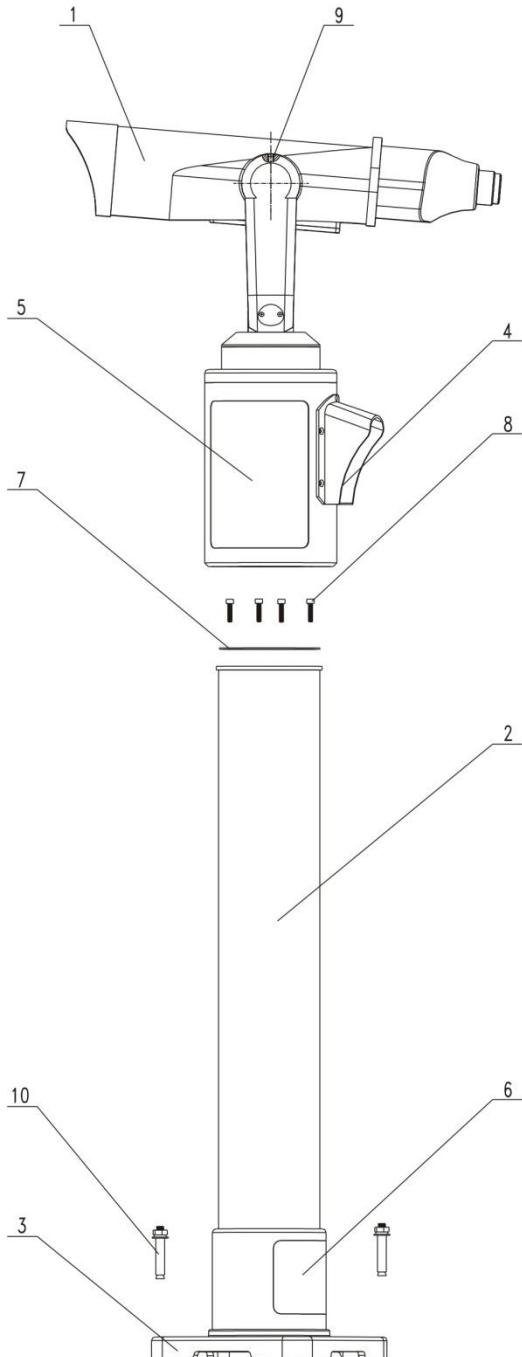

Figura 1
1. La configuración del telescopio con monedas Omegon® de la serie Bonview 20x100 se muestra en la figura 1.